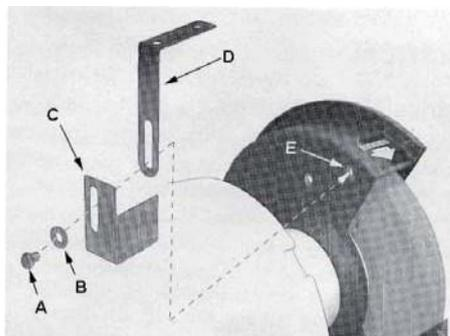

Рис. 2
- Смотрите на Рисунок 2, чтобы убедиться, что вы установили их правильно.
Ссылаясь на Рисунок 2: